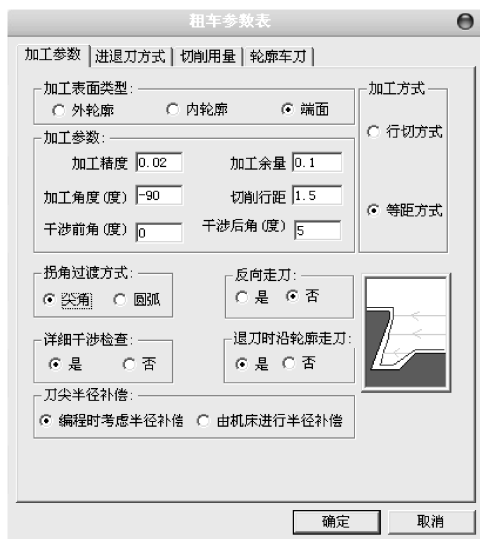
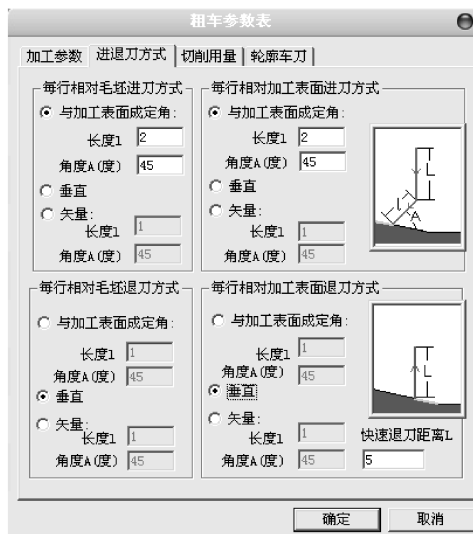

图 8-7 左端面粗车加工参数设置
图 8-8 左端面粗车进退刀参数设置
1) 在菜单栏中选择【数控车】→【轮廓粗车】命令, 或者单击【数控车】工具栏中的按钮, 系统弹出【粗车参数表】对话框, 单击【加工参数】选项卡, 设置的参数如图 8-7 所示; 单击【进退刀方式】选项卡, 设置的参数如图 8-8 所示; 单击【切削用量】选项卡, 设置的参数如图 8-9 所示, 单击【轮廓车刀】选项卡, 设置的参数如图 8-10 所示, 设置完成后单击【确定】按钮。